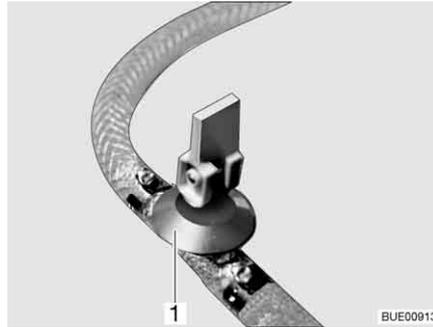

Fig. 198 Robinet de vidange
- Fermer le(s) robinet(s) de vidange. Placer le levier à bascule (Fig. 198,1) en position horizontale.
- Ouvrir le(s) robinet(s) de vidange (Fig. 198). Pour cela, placer le levier à bascule (Fig. 198,1) en position verticale. Le chauffe-eau se vide à l'extérieur.